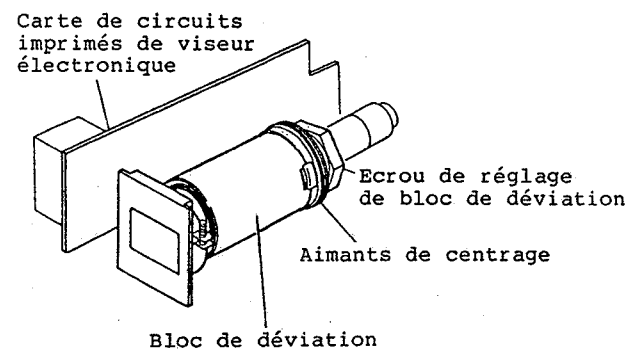

Fig. 4-11
2) Réglage de centrage EVF (Fig. 4-11)